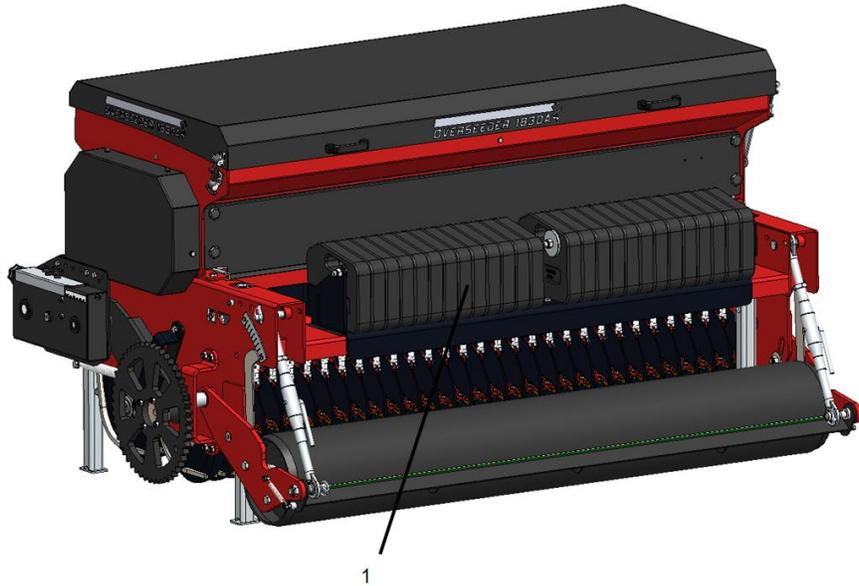

Figure 12
2. Une version externe : **(Voir figure 12)**
Poids externe (voir figure 12)